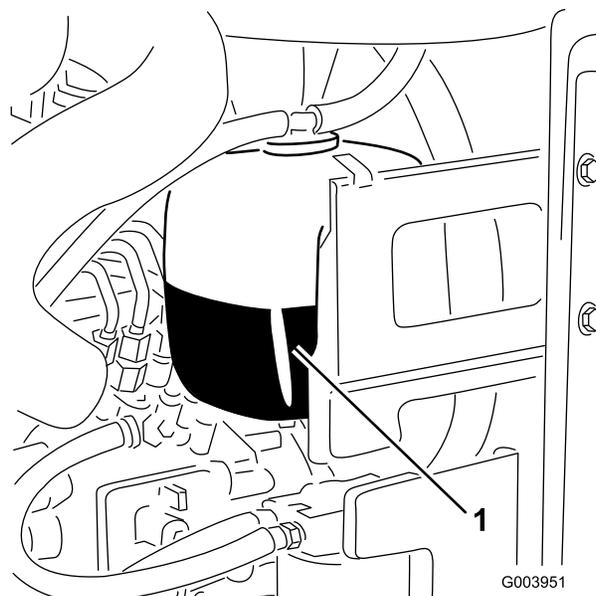

Рисунок 64
1. Проверьте уровень охлаждающей жидкости в расширительном бачке (Рисунок 64).